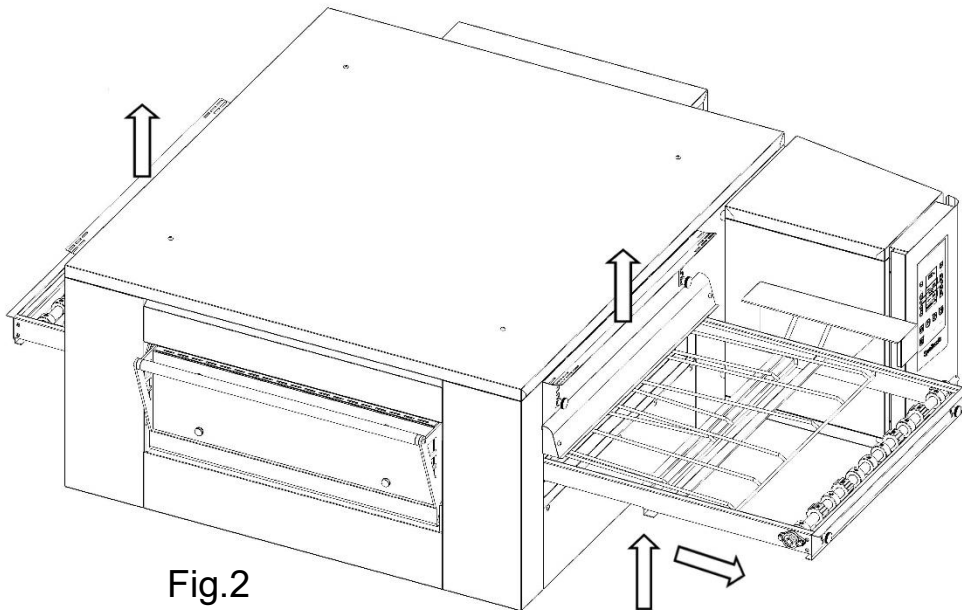

Fig.2
6. Die Ein- und Auslaufplatten auf ihre höchste Stellung öffnen (siehe Abb.2 Abschnitt 9.3.1).
7. Den Netzbandrahmen von beiden Seiten heben und in Richtung der Kontrollseite herausziehen (siehe Abb.2 Abschnitt 9.3.1).
5. Die Trennwände an Ein- und Ausgang maximal öffnen (Abb.2).
6. Die Gitterfläche an beiden Seiten anheben und in Richtung Steuerfeld herausziehen (Abb.2).